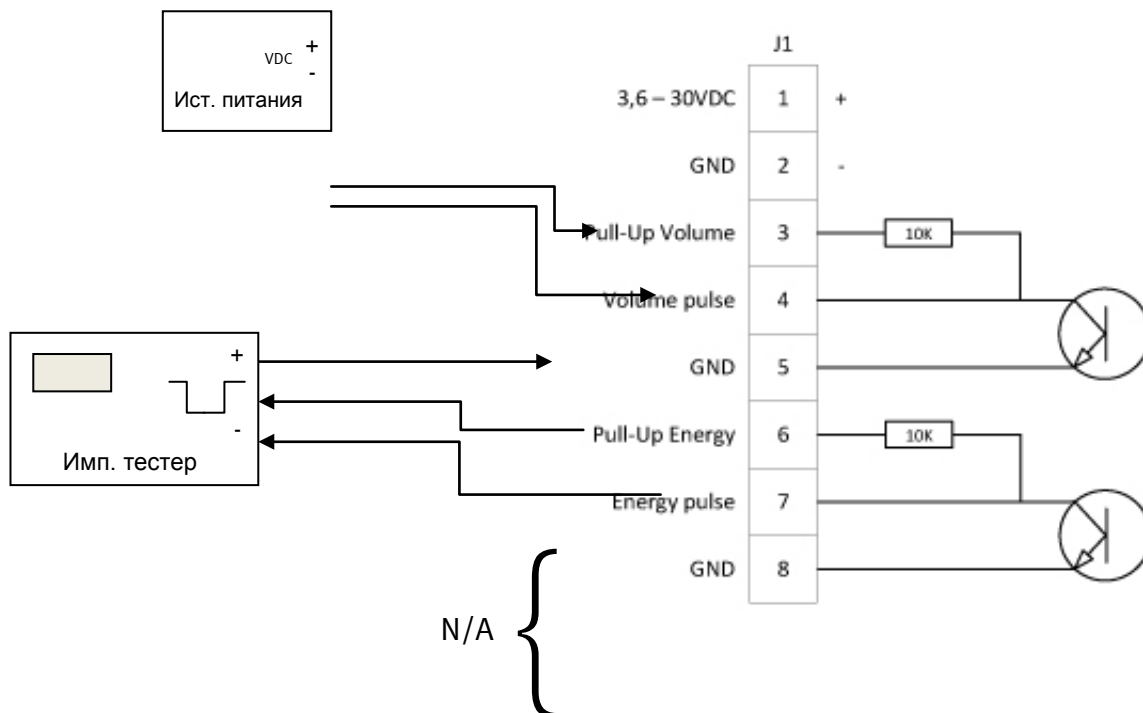

Рис. 9
- Подключение при помощи Импульсного тестера с встроенным источником питания. В этом случае используется источник питания самого Импульсного тестера. Сммотри рисунок 9.